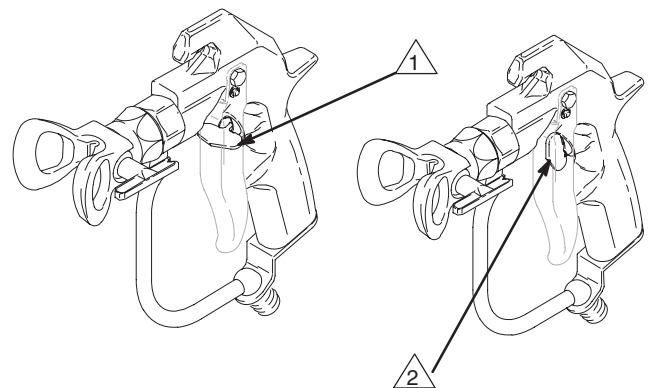

Fig. 1
1. Sprøjtepistolens aftrækkersikring aktiveres ved at dreje låsen om i en retvinklet stilling i forhold til pistolhuset. Se Fig. 1.
2. Sprøjtepistolens aftrækkersikring aktiveres ved at skubbe sikringen ud og dreje den, så den står i en retvinklet stilling i forhold til pistolhuset. Se Fig. 1.